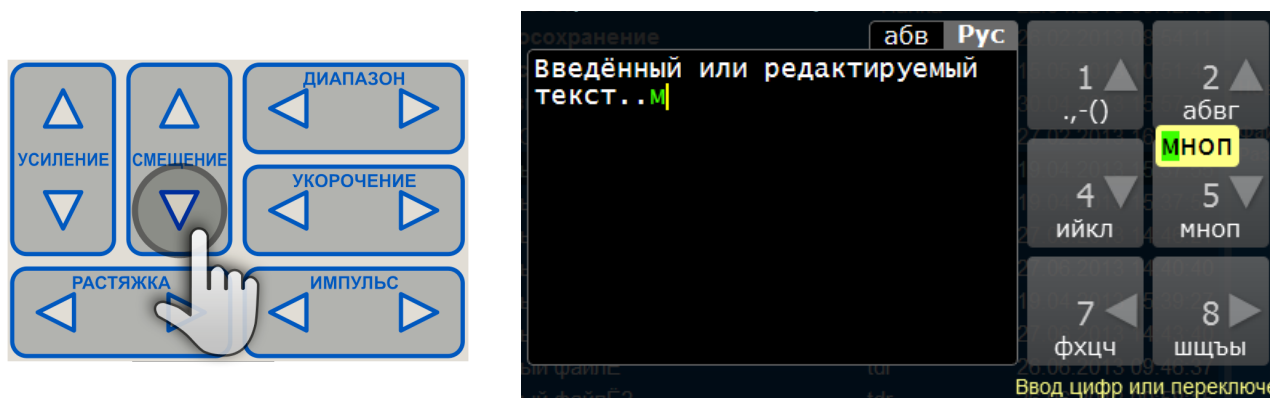

Рис. 45. Иллюстрация ввода буквы
1. Выберите букву на виртуальной клавиатуре (например, символ буквы «м») (рис. 45).
Над кнопкой виртуальной клавиатуры отобразится компонент, в котором перечислены буквы, доступные для данной кнопки (рис. 45).